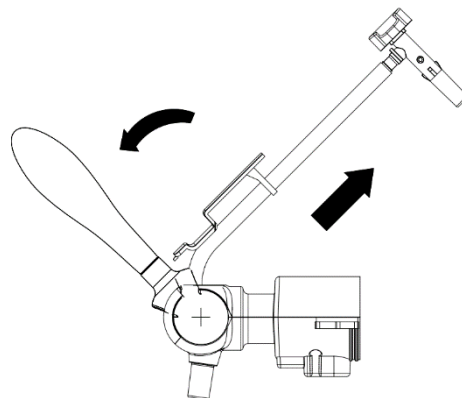

Figura 18
2. Jale el tirador hacia adelante 45 grados para abrir el grifo y saque la tubería de la cerveza (como se muestra en la Figura 18). Para volver a montar el mecanismo siga el mismo procedimiento en orden inverso.